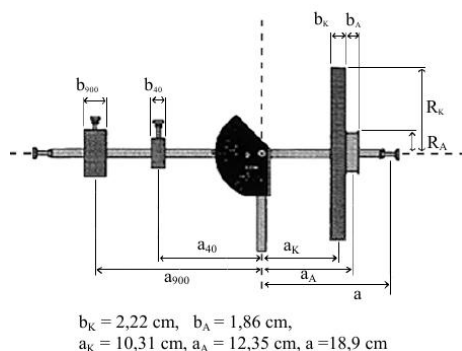

Abbildung 9: Abmessungen des Gyroskops.
2. Hängen Sie eine Zusatzmasse auf die dafür vorgesehene Schraube. Der Abstand vom Massenmittelpunkt zum Unterstützungspunkt beträgt  $a = 18,9$  cm (Bild 9).
3. Beschleunigen Sie den Kreisel mit  $m = 200$  g (aus Teil 5.2) und lassen Sie ihn in der horizontalen Ebene präzessieren. Eine auftretende Nutation wird verhindert, indem man dem Kreisel eine passende anfängliche Präzessionsbewegung erteilt. Dies ist notwendig, da Gleichung (5) unter der Annahme einer nutationsfreien, horizontalen Präzession hergeleitet wurde.